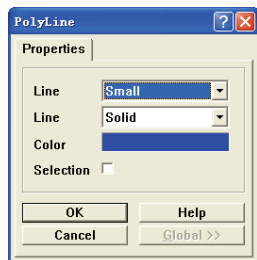
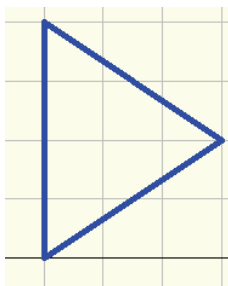

图 3-62 “PolyLine”对话框
图 3-63 设置好的闭合图形
1) 确定元件符号的轮廓，即放置矩形。单击 按钮，进入放置直线状态，并打开如图 3-62 所示的“PolyLine”对话框设置相关属性，设置好的闭合图形如图 3-63 所示。